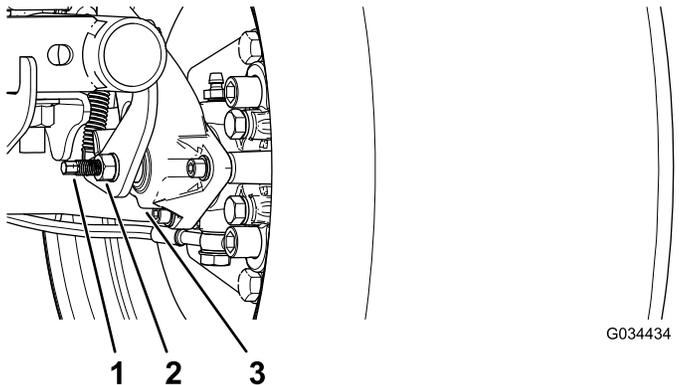

図 56
3. レンチを2本使用し、1本のレンチでキャリパの調整ポストが回らないように保持しながら、もう1本でジャムナットを1/4回転ゆるめる **図 56**。
4. 調整ポストとジャムナットを保持した状態で、調整ポストを回して締め付ける **図 56**。
5. 調整ポストとジャムナットを保持した状態で、1/4回転だけでもどす **図 56**。
6. 調整ポストとジャムナットを保持した状態で、ジャムナットを締め付ける **図 56**。